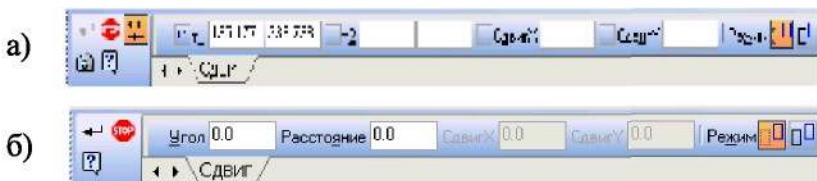

Рис. 4.2. - Ввод параметров при сдвиге объектов
- **Сдвиг по углу и расстоянию**. Команда Сдвиг осуществляет перемещение выделенных объектов по вектору, заданному координатами двух точек **T1**, **T2** или проекциями этого вектора в полях **Сдвиг X**, **Сдвиг Y** панели свойств (рис. 4.2 а).
Команда **Сдвиг по углу и расстоянию** осуществляет перемещение выделенных объектов по вектору, заданному углом наклона к оси **X** (поле **Угол**) и его длиной (поле **Расстояние**) (рис. 4.2 б). Для переноса фрагментов, состоящих из нескольких примитивов, необходимо:
Для того чтобы оставить изображение предыдущего фрагмента, необходимо включить соответствующий режим в **Панели свойств** **Оставить исходные объекты** или **Удалять исходные объекты**. Положение базовой точки и сдвиг по осям x и y возможен с помощью ввода соответствующей информации в окнах **Панели свойств** (рис. 4.2 а, б).